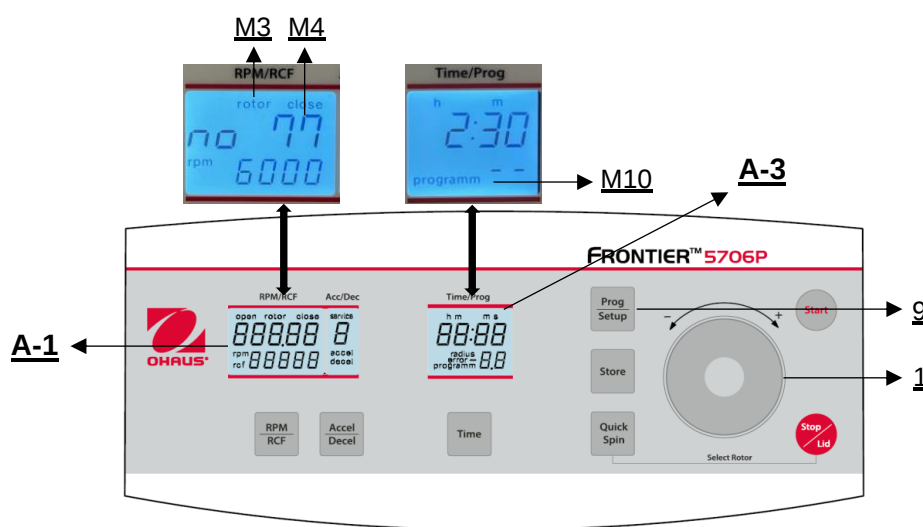

Abbildung. 24
Um gespeicherte Programme abzurufen, drücken Sie die Taste **"Prog/Setup"** (9) (siehe Abbildung 24), während der Deckel bereits geschlossen ist. Im Display **"Time/Prog"** (A-3) erscheint **"program--"** (M10). Die gewünschte Programmnummer kann mit dem Touch Wheel (1) vorgewählt werden.
Um den Programmmodus zu verlassen, drücken Sie die Taste **"Prog/Setup"** (9) (siehe Abbildung 24). Dann erscheint im Display